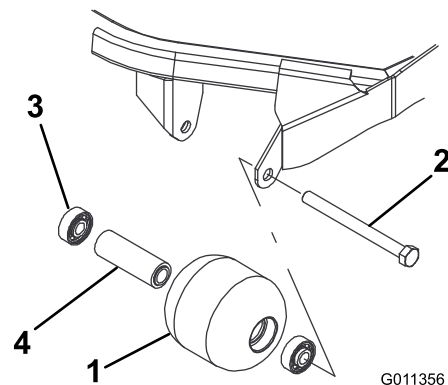

Bild 17
1. Entfernen Sie die Rollenbefestigungsschraube (Bild 17).
4. Prüfen Sie das Rollengehäuse, die Lager und das Distanzstück auf Beschädigungen (Bild 17).
1. Drücken Sie das erste Lager in das Rollengehäuse (Bild 17). Drücken Sie dabei nur auf den äußeren Käfig oder gleichmäßig auf die inneren und äußeren Käfige.
2. Setzen Sie ein Distanzstück ein (Bild 17).
3. Drücken Sie das zweite Lager in das Rollengehäuse (Bild 17). Pressen Sie dabei gleichmäßig auf den inneren und den äußeren Käfig, bis der innere das Distanzstück berührt.